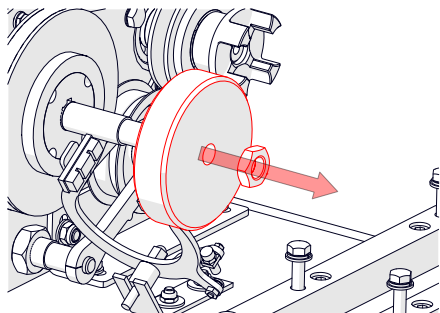

Abb. 15E – Bremsscheibe entfernen.
6. Die Bremsscheibe entfernen [24-mm-Schlüssel] (Abb. 15E).